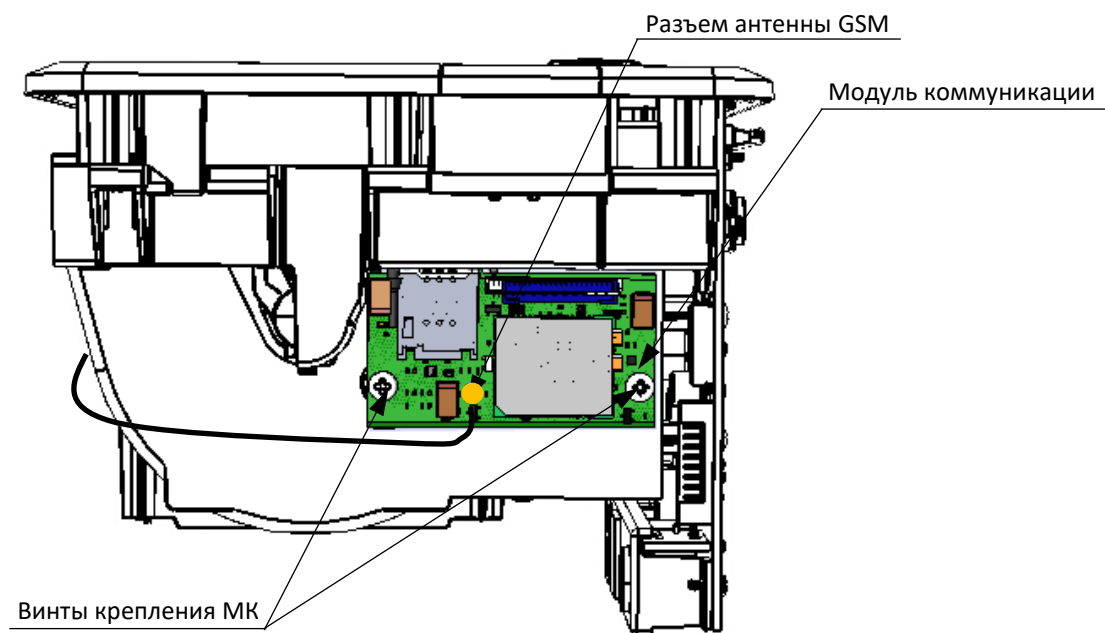

Рисунок 12. Винты крепления МК и антенна GSM
6. Открутить два винта крепления МК к внутренней поверхности лотка для ЧЛ (см. рисунок 12).